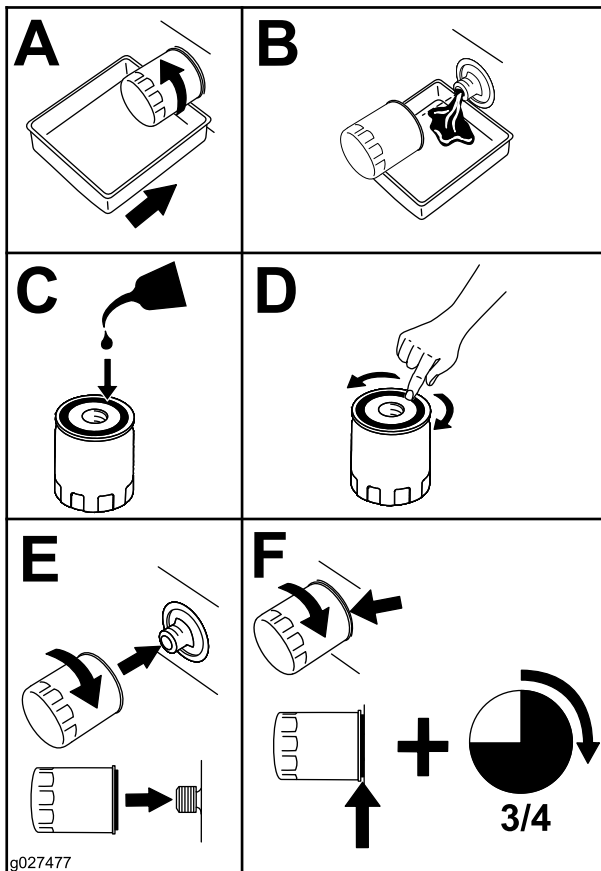

Figura 48
5. Înlocuiește filtrul de ulei de motor (Figura 48).